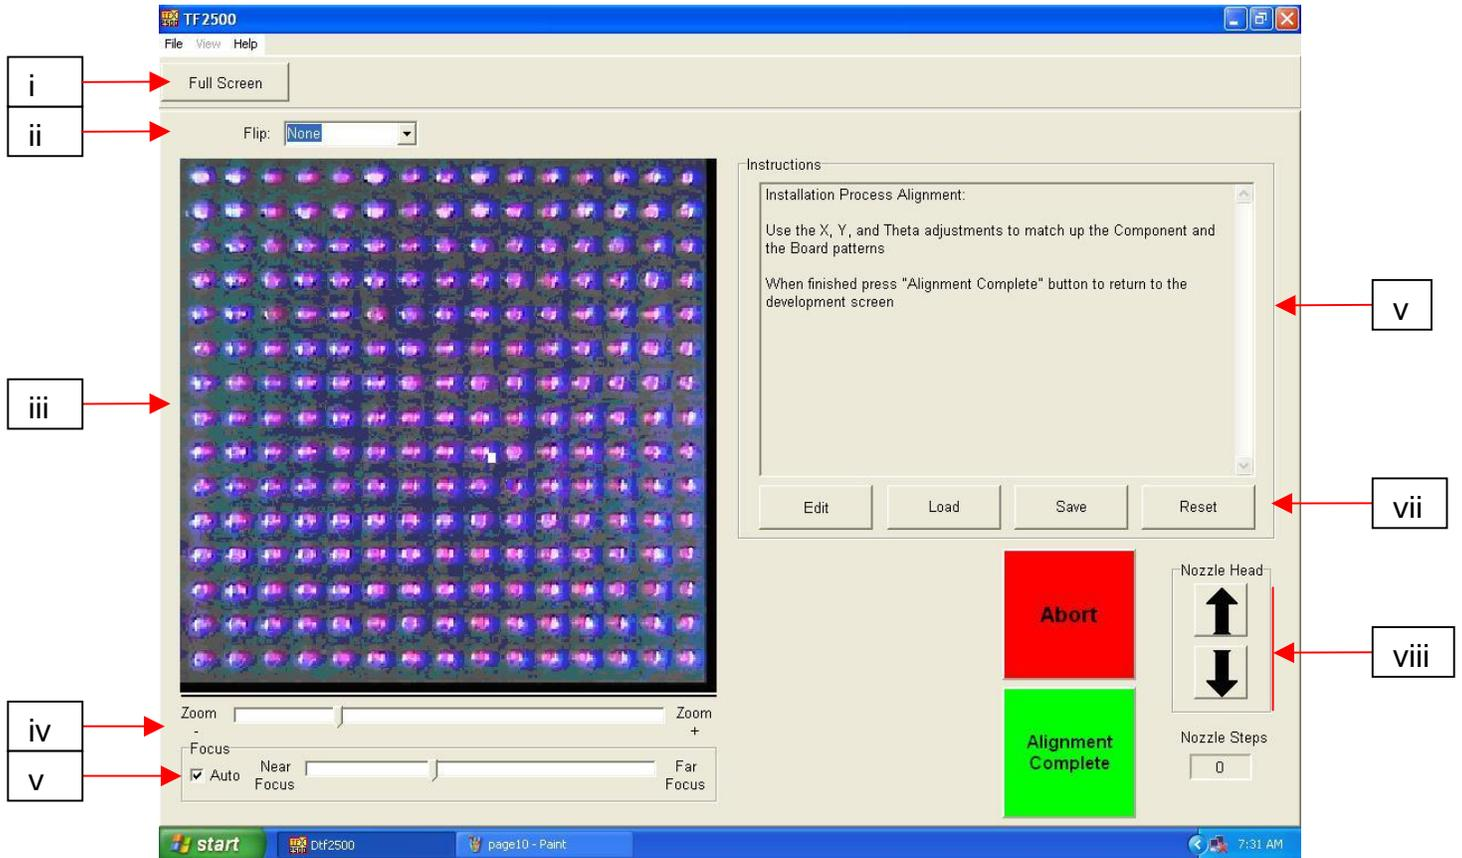

Abbildung 5
f. Funktionen des Bildschirms Alignment [Ausrichtung] (Abbildung 5)